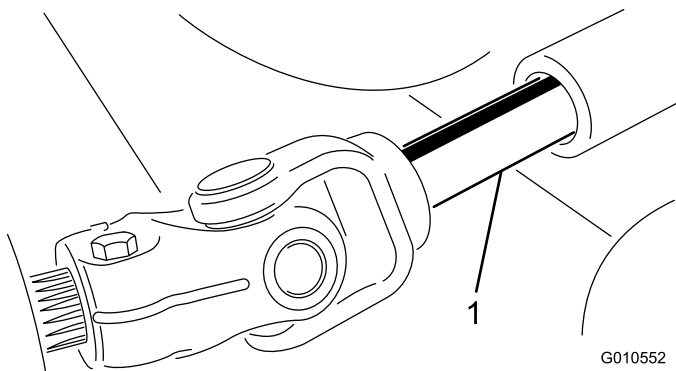

Bild 25
5. Rollen Sie das Mähwerk von der Zugmaschine weg, trennen Sie die Außen- und Innengewindeteile der ZWA-Welle (Bild 25).
3. Schieben Sie die Zapfwelle mit Außengewinde in die Zapfwelle mit Innengewinde (Bild 25).